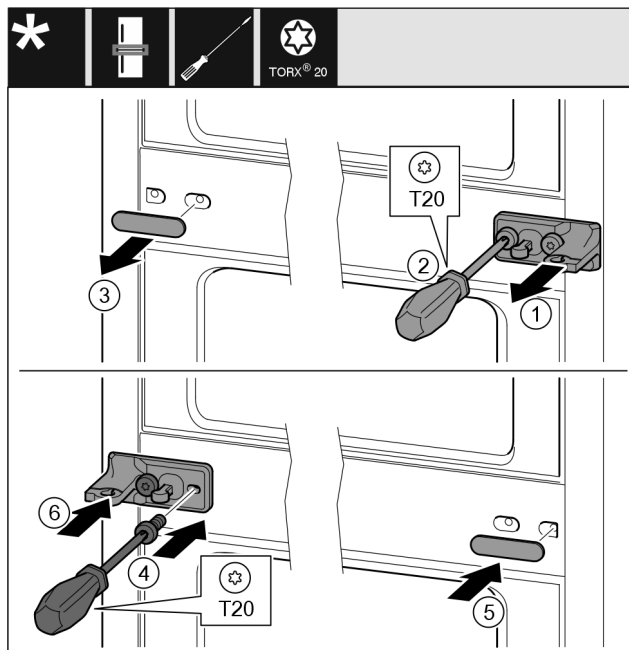

Fig. 11
- ▶ Свалете шайбата. Fig. 11 (1)
- ▶ Отвийте винтовете с отвертка T20. Fig. 11 (2)
- ▶ Свалете внимателно капака. Fig. 11 (3)
- ▶ Затегнете здраво от другата страна лагерната стойка с фолио, завъртяна на 180°. Fig. 11 (4)
- ▶ Поставете капака, завъртян на 180°, от другата страна. Fig. 11 (5)
- ▶ Нахлузете отпред шайбата. Fig. 11 (6)